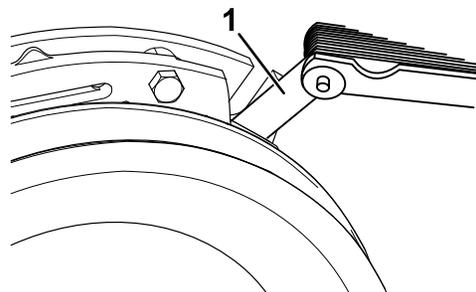
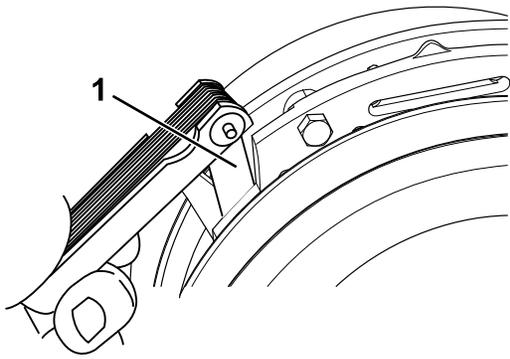

Рисунок 73
Рисунок 74
- E. Используя калибр на 0,010 дюйма, проверьте наличие зазора между поверхностями ротора и якоря на обеих сторонах тяги тормоза, как показано на Рисунок 73 и Рисунок 74.